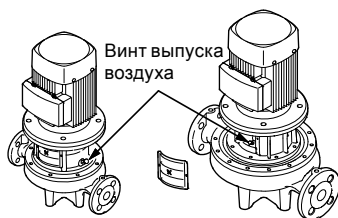

Рис. 14 Винт выпуска воздуха
1. Закрыть запорный клапан на стороне нагнетания насоса и открыть винт выпуска воздуха в промежуточном корпусе насоса, как показано на рис. 14.
2. Отвернуть винт выпуска воздуха, как показано на рис. 14.
3. При пуске из насоса нужно удалить воздух, вывинтив для этого расположенный в промежуточном корпусе насоса винт выпуска воздуха до тех пор, пока из отверстия для выпуска воздуха не потечет рабочая жидкость, как показано на рис. 14.